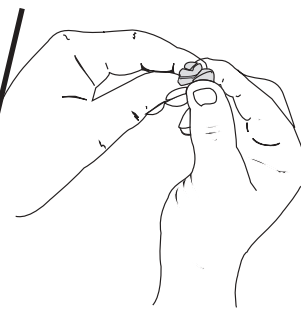

Figure 30
5. Pressez le filtre pour répartir et drainer l'excédent d'huile (Fig. 30).